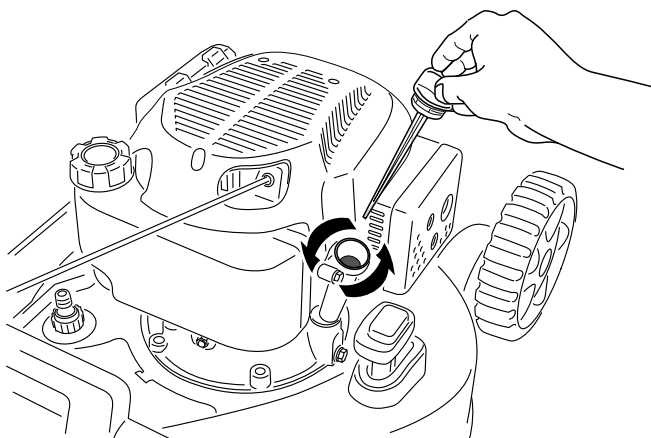

Bild 26
3. Entfernen Sie den Peilstab, indem Sie den Deckel nach links drehen und herausziehen (Bild 26).
4. Kippen Sie die Maschine seitlich (Luftfilter nach oben), um das Altöl aus dem Öleinfüllstutzen abzulassen (Bild 26).